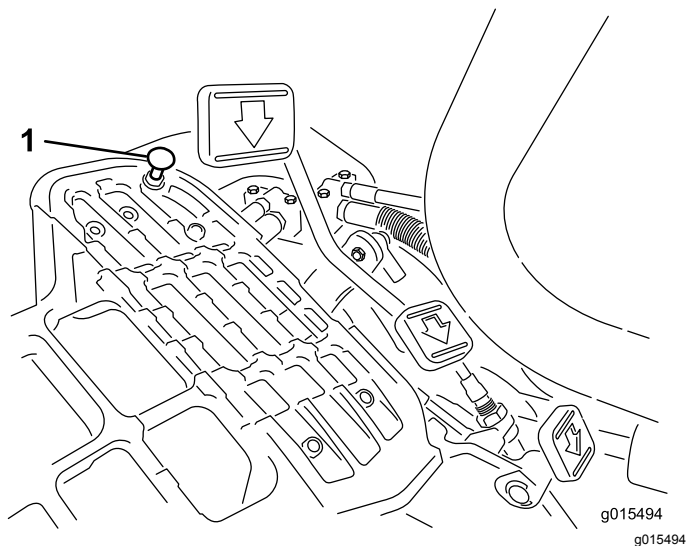

図 34
モードレバーを移動走行位置にセットし、ペダルを一杯に踏み込めば最高速度となります。ケーブルに張力が掛かる前にペダルがストップ 図 34 に当たる場合には調整が必要です。
1. モードレバーを移動走行位置にセットし、ペダルストップを固定しているロックナットをゆるめる図 34。